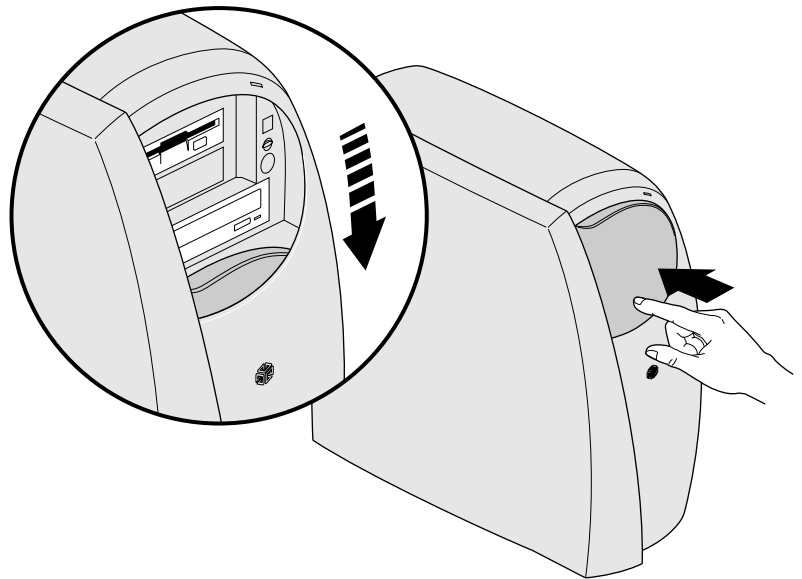

Figure 1-8 Ouverture du panneau avant coulissant
- Pour ouvrir le panneau avant coulissant, appuyez légèrement sur sa partie inférieure, comme indiqué à la Figure 1-8.
2. Ouvrez le panneau avant coulissant du système en appuyant légèrement sur sa partie inférieure, comme indiqué à la Figure 1-8.
3. Ouvrez le panneau avant coulissant du système en appuyant légèrement sur sa partie inférieure (Figure 1-8).
1. Appuyez sur le panneau avant coulissant pour l'ouvrir. (Voir la Figure 1-8.)